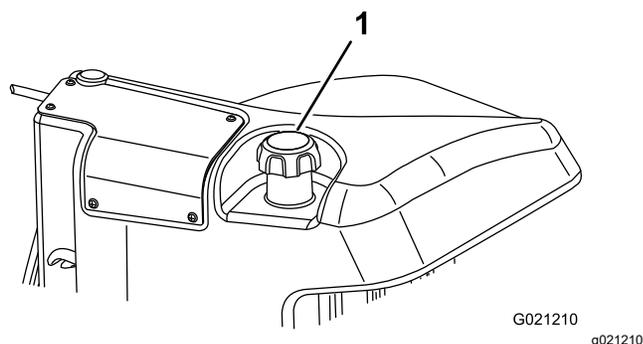

Figura 47
3. Retire el tapón del depósito de combustible (Figura 47).